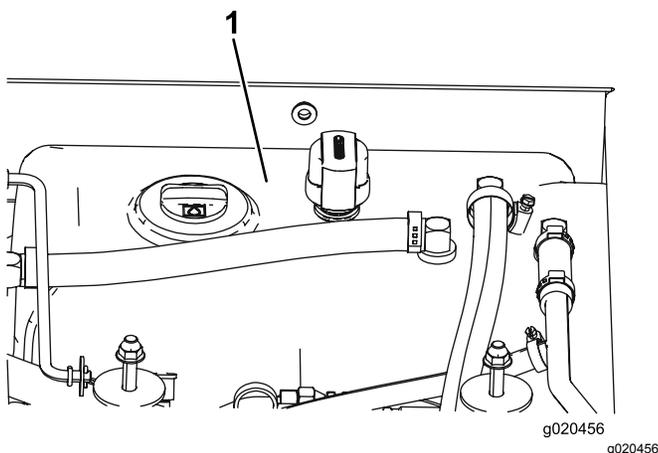

Рисунок 98
3. Залейте гидравлическую жидкость в бак (Рисунок 98); см. Проверка гидравлической жидкости (страница 34).